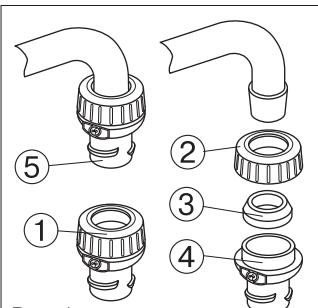
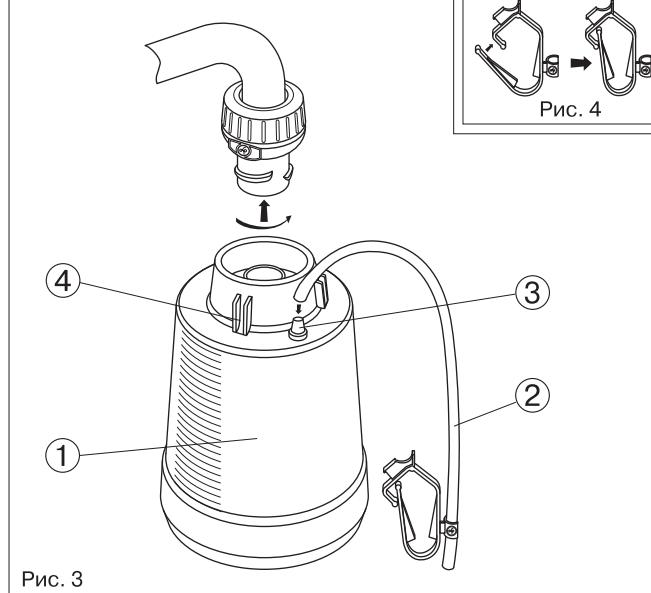

Рис. 1
Рис. 3
Для установки водоочистителя на гладкий кран (рис. 1 и рис. 3):
2. Наденьте на кран гайку (рис. 1, поз. 2), уплотнительную втулку (рис. 1, поз. 3) конусом вверх, опустив ее до упора в утолщение на конце крана.
3. Приверните рассекатель (рис. 1, поз. 4) к гайке до упора, закрепив тем самым на кране собранную переходную втулку.
4. Фильтрующий модуль наверните до упора на переходную втулку (рис. 3).
5. Наденьте на выходной штуцер модуля (рис. 3, поз. 3) трубку (рис. 3, поз. 2).
6. Сложите фиксатор, как показано на рис. 4. Наденьте фиксатор на свободный конец трубы и закрепите на фильтрующем модуле в одном из двух гнезд (рис. 3, поз. 4), либо защелкните его на верхнем крае емкости для очищенной воды.